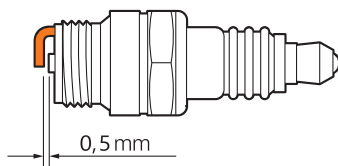

Рис. 20
- Измерьте зазор между электродами свечи при помощи плоского щупа. При необходимости откорректируйте его, осторожно подгибая боковой электрод. Зазор между электродами должен составлять 0,5 мм (Рис. 20).